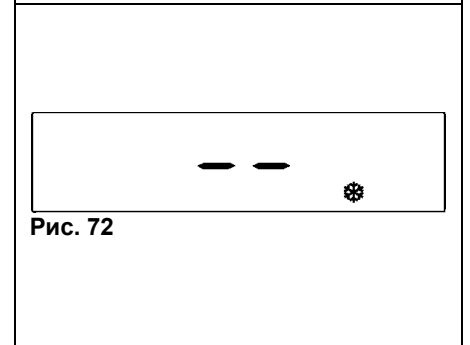
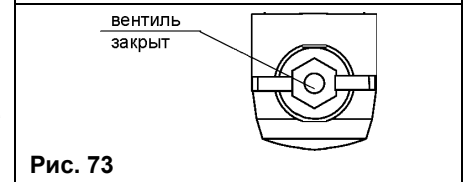

Рис. 72
Рис. 73
Если вы отсутствуете непродолжительное время, нажмите кнопку , чтобы отключить котел. В центральной части дисплея загорятся две черточки (рис. 72). При этом электрическое питание останется включенным и останется открытой подача топлива, а котел будет под защитой следующих систем:
- Защита от замерзания (рис. 72): когда температура воды в котле опустится ниже безопасного уровня, включится циркуляционный насос и горелка на минимальной мощности, чтобы довести температуру воды до безопасного уровня (35°C). На дисплее загорится символ .
Если вы будете отсутствовать длительное время, нажмите кнопку , чтобы отключить котел. В центральной части дисплея загорятся две черточки (рис. 72). Установите главный выключатель системы в положение «выключено». Закройте газовый кран, расположенный под котлом, повернув его по часовой стрелке (рис. 73).